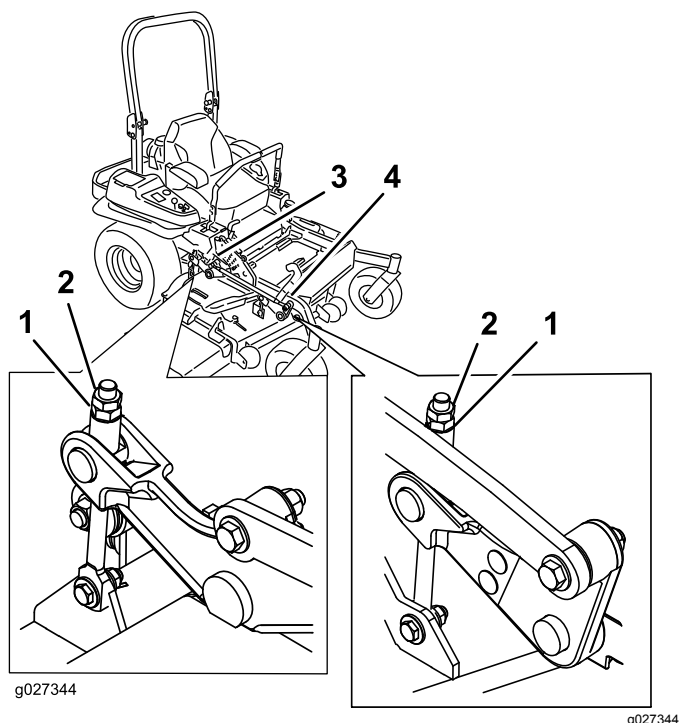

Figure 91
10. Ajustez précisément le serrage de l'écrou de réglage sur l'ensemble de levage du tablier avant (Figure 91).
16. Ajustez précisément la vis de réglage en la tournant jusqu'à obtention d'une hauteur de 8,3 mm (3,25 po) (Figure 91).